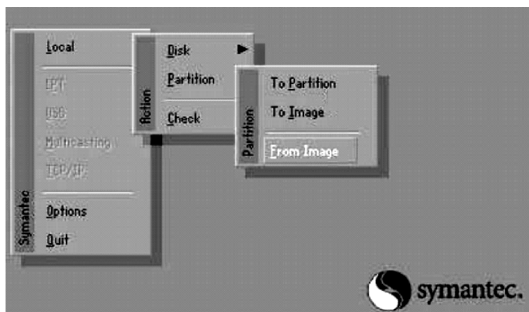

图 3-74 Ghost 主界面
① 首先在启动笔记本电脑后按快捷键 <F8>,运行 G.exe 即进入 Ghost 主界面,如图 3-74 所示。然后运用方向键 <↑>、<↓>、<←>、<→>依次选择“Local→Partition→From Image”选项,然后按 <Enter> 键确认。